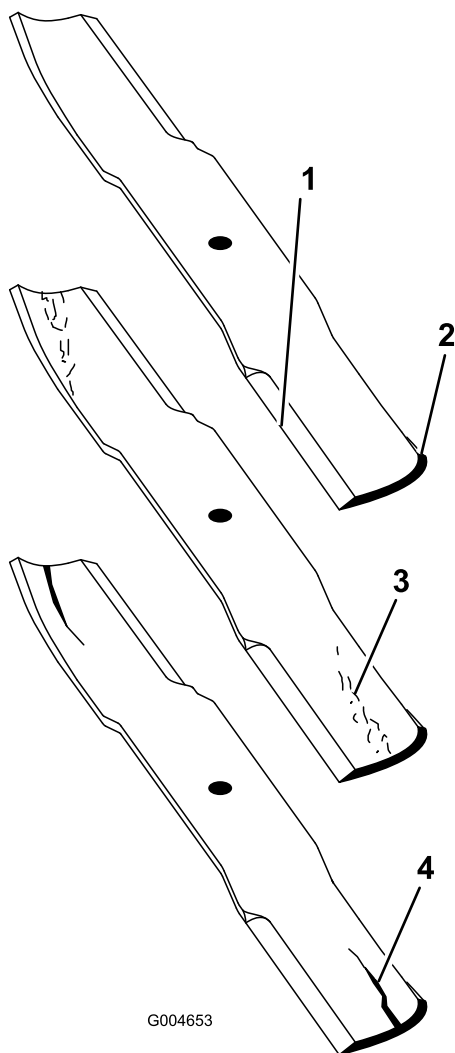

Figura 83
2. Verificate accuratamente i taglienti, con particolare attenzione ai punti d'incontro delle sezioni piatta e curva della lama (Figura 83). Sabbia e materiali abrasivi possono consumare il metallo che connette le sezioni piatta e curva della lama, per cui si consiglia di controllare la lama prima di usare il tosaerba. Se riscontrate segni di usura (Figura 83), sostituite la lama.
Se continuate ad usare la lama usurata, si forma una scanalatura tra la costa e la sezione piatta della lama (Figura 83). Alla fine, un pezzo di lama può staccarsi e venire lanciato dal sottoscocca, con il rischio di ferire gravemente voi o gli astanti.